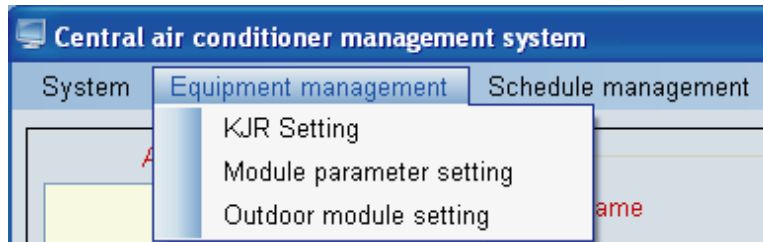

Рис. 4-18
③ Нажмите на кнопку “Exit the program” («Выход из программы») для выхода из программы, на экране
2) “Equipment management” («Управление оборудованием») включает следующие пункты : “KJR Setting” («Настройка KJR»), “Module parameter setting” («Настройка параметров модуля»), “Outdoor module setting”(«Настройка наружного модуля»), как показано на Рис. 4-18.